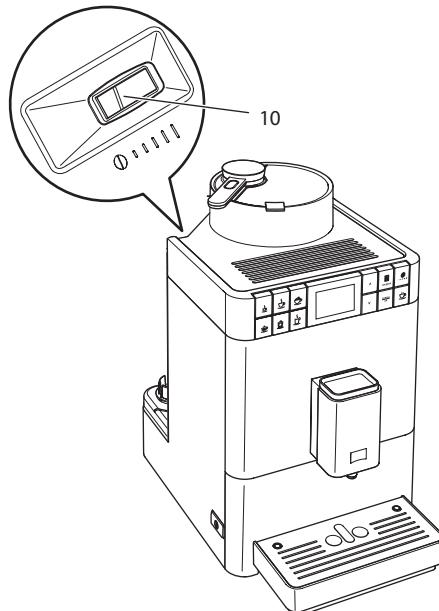

Bild 18: Spak för inställning av malningsgrad
2. Skjut spaken åt vänster eller höger enligt Bild 18.